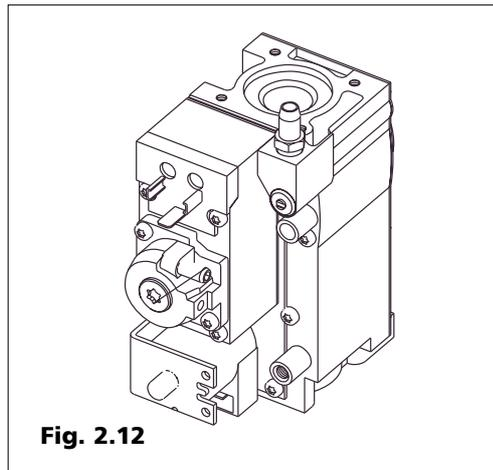

Fig. 2.12
2.9 Valvola del gas (Fig.2.12)